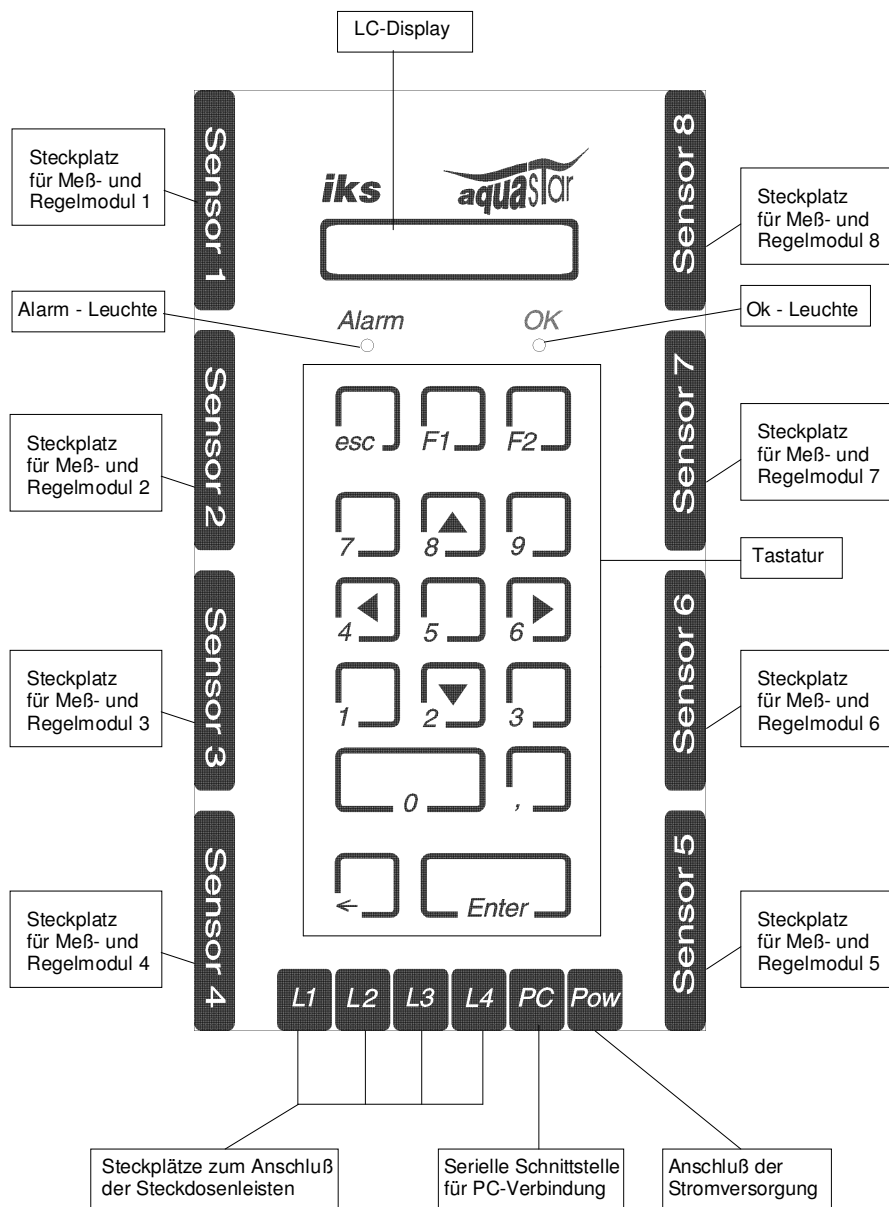
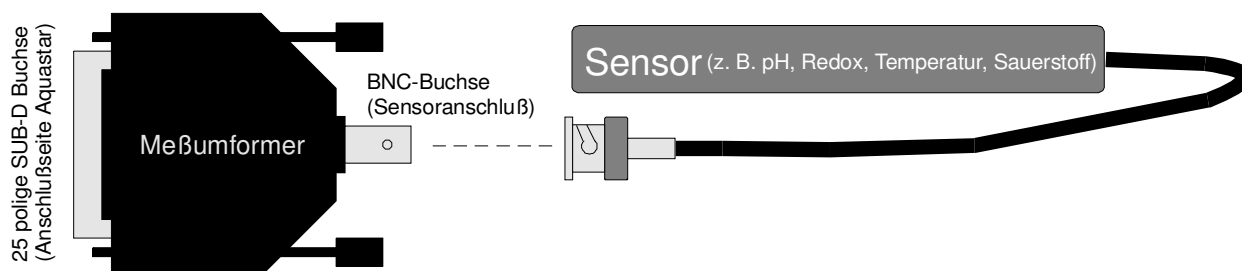

Bild 1
Bild 3: Meß- und Regelmodul
In **Punkt 3** wird Ihnen anhand einer Grafik (Bild1) der *iks aquastar* vorgestellt und der Lieferumfang wird erläutert. Danach wissen Sie, wo Sie die Sensormodule, die Schaltsteckdosenleisten, die Stromversorgung und den PC anschließen können.
- ein Meßumformer (siehe Bild 3)
Wie aus der Grafik (Bild 1) hervorgeht, besitzt der *iks aquastar* acht Steckplätze für Meß- und Regelmodule. Es ist Ihnen überlassen, auf welchen Steckplatz Sie ein bestimmtes Modul stecken. Bitte beachten Sie aber, daß Sie beim Einstecken und Entfernen eines Moduls unbedingt die **Stromversorgung abschalten** müssen, um eventuelle Schäden zu vermeiden. Ein Meß- und Regelmodul besteht aus einem Sensor (z. B. Temperaturfühler, pH-Elektrode usw.) und einem Meßumformer, welcher sich in einem schwarzen Steckergehäuse (SUB-D) befindet (siehe Bild 3). Pegel- und Leitwertsensoren sind direkt mit dem 25-poligen Stecker (Meßumformer) verbunden. Sie können jetzt die **Module (Stromversorgung aus ?)** anschließen. Durch ihre asymmetrische Form passen die Stecker nur in der richtigen Richtung in die Buchsen. Vergessen Sie nicht, den entsprechenden Sensor an den Meßumformer anzuschließen. Nachdem Sie ein Modul angeschlossen haben, sollten Sie noch die zwei Sicherungsschrauben (schwarzes Steckergehäuse) anziehen, um ein versehentliches Herausziehen der Module zu verhindern.
Wie aus Bild 1 ersichtlich, können Sie bis zu vier Schaltsteckdosenleisten an L1 bis L4 (mit insgesamt 16 einzeln schaltbaren/regelbaren Steckdosen) an den *iks aquastar* anschließen. Die Steckplätze sind mit L1 bis L4 gekennzeichnet. Die Steckdosen an L1 erhalten die Nummern 1 bis 4, an L2 die Nummern 5 bis 8, an L3 die Nummern 9 bis 12 und an L4 schließlich die Nummern 13 bis 16. Wenn Sie lediglich im Besitz einer Steckdosenleiste sind, empfehlen wir Ihnen, diese an Steckplatz L1 anzuschließen. Sie können sie auf Wunsch aber auch an L2, L3 oder L4 anschließen. Bedenken Sie aber dabei, daß sich die Zuordnungsnummern der Steckdosen dementsprechend ändern (s.o.).